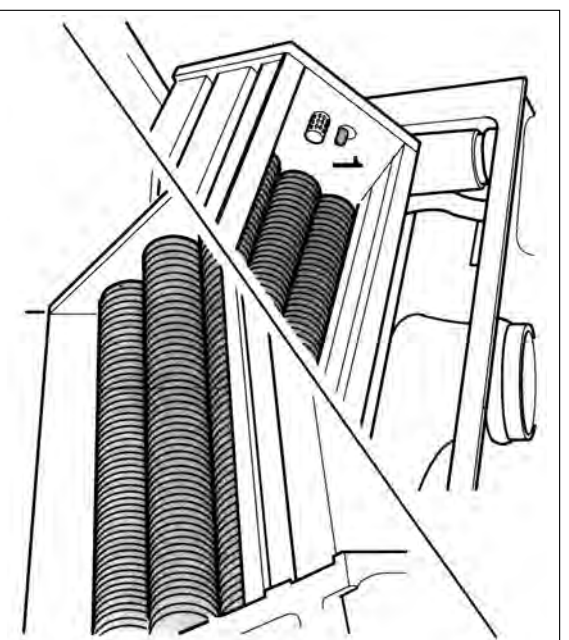

Fig. 40
- Pulire lo scambiatore usando aria o acqua compressa ad alta pressione (8 bar) sia dal lato inferiore che dal lato superiore (Fig. 40).
**DURANTE LE OPERAZIONI DI PULIZIA O MANUTENZIONE NON URTARE L'ELETTRODO AD INCANDESCENZA (Fig. 40, pos. 1)**